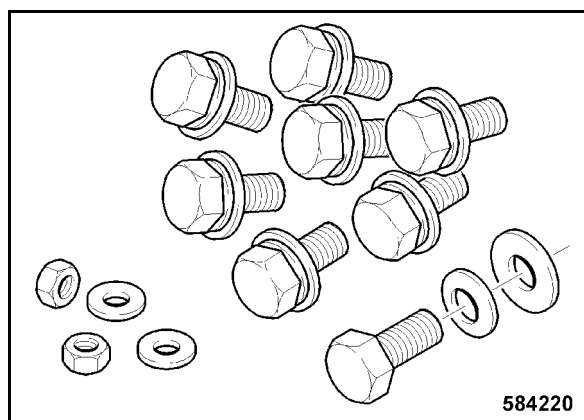

Fig. 194
- Comprobar si están presentes todos los tornillos de fijación, arandelas, arandelas distanciadoras y tuercas para la fijación de la cabina (Fig. 194).